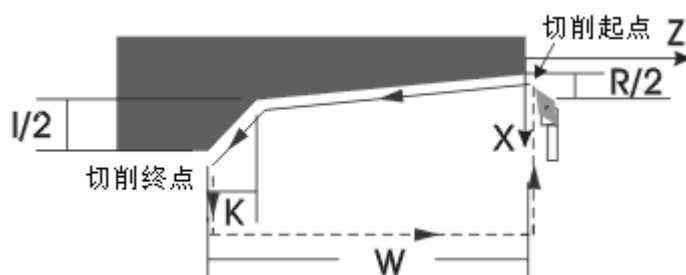

图 4-25
2)、G92 轴向锥螺纹：如图 4-25，P 为正；R 的符号决定退尾的方向；I 的符号不起作用；